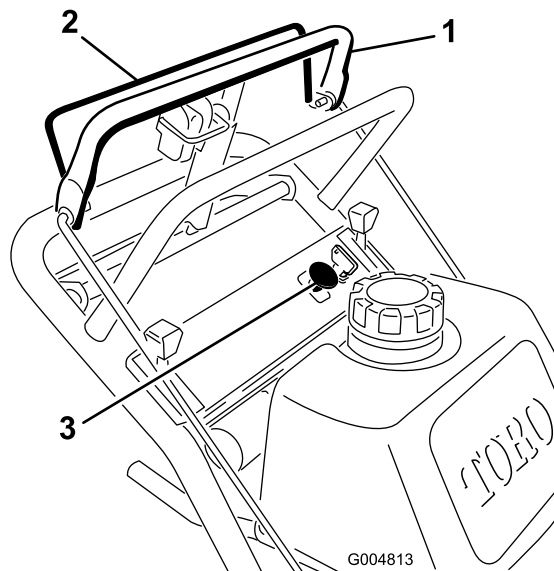

Figura 8
1. Libere la barra de control superior para parar la máquina (Figura 8).
2. Para engranar la cuchilla, apriete la barra de control de las cuchillas contra la barra de control superior (Figura 8).
Suelte la barra de control de las cuchillas para desengranar las cuchillas (Figura 8).